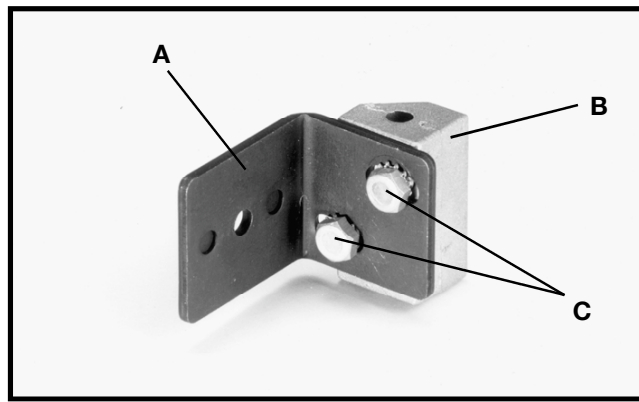

Fig. 9
3. Ajuste la abrazadera para el soporte del hendedor (A), Fig. 9, a la abrazadera del hendedor (B) con dos tornillos de cabeza hexagonal 1/4-20 x 1/2" (C) y dos arandelas de bloqueo de diente externo de 6,35 mm (1/4") como se muestra. **NOTA: no ajuste completamente los tornillos (C) en este momento.**